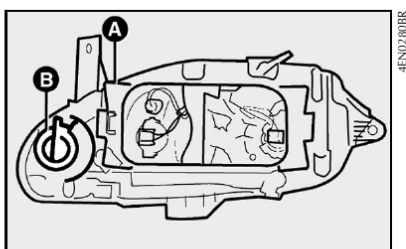

fig. 22
1) remover a tampa plástica para ter acesso à lâmpada deslocando a trava **A**-fig. 22;
2) retirar o porta-lâmpadas **B**-fig. 22 girando-o no sentido anti-horário;